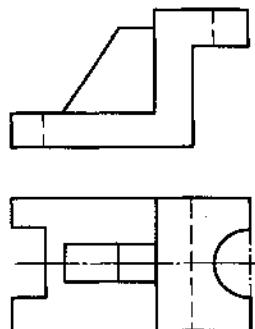

图 25
25. 根据主、俯视图（图 25），补全基本视图（画出所有虚线）。